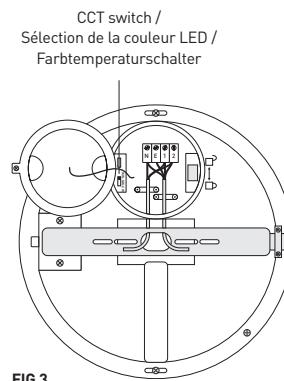

FIG 3
11. a) Centre entry point (Fig.3)
11. a) Point d'entrée du câble central (Fig.3)
11. a) Mittleres Loch (Abb. 3)